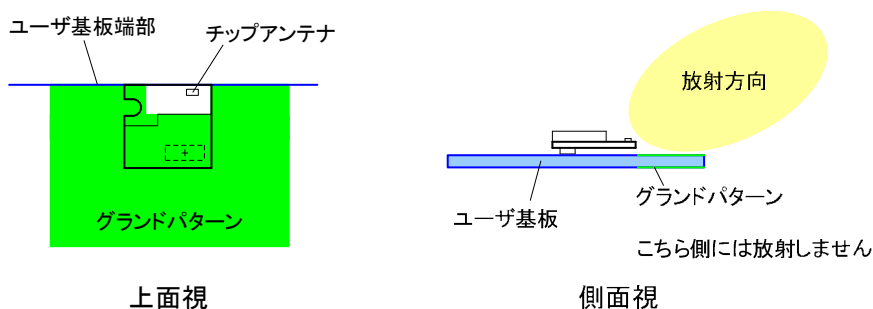

図6 グランドパターン配置の例
- ・ アンテナの放射性能を上げるために、ユーザ基板にグランドパターンを設けると有効です。グランドパターンの設計概要は図6を参照してください。またグランドパターンの配置によって放射指向性が変化します。